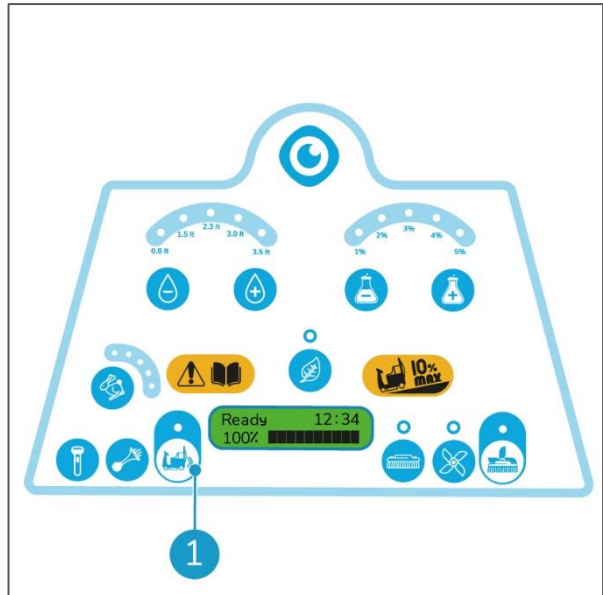

Figura 24
2. Presiona el botón pulsador (Figura 24, pos. 1) para seleccionar la marcha atrás.